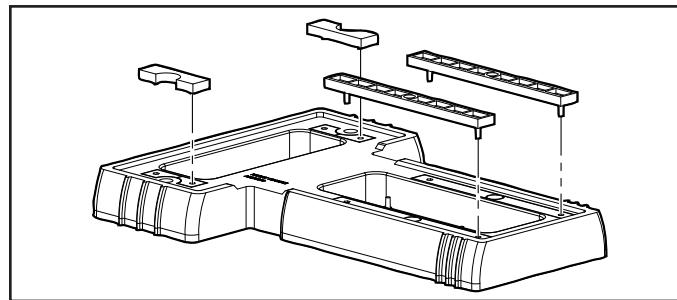

Figure 7. Encencer les entretoises en place
- Aligner les broches des quatre entretoises avec les trous de la base. Encencer les entretoises en place (Fig. 7).